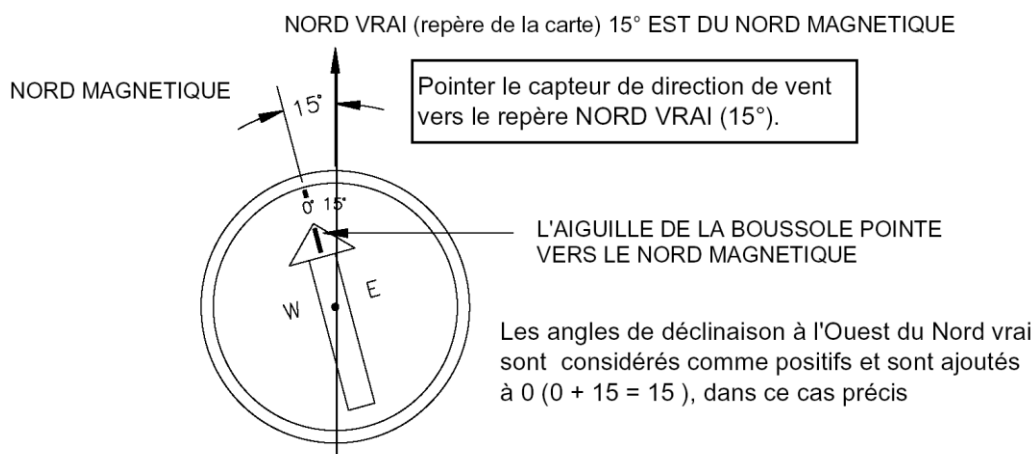

Figure B-1 : Angles de déclinaison à l'Ouest du Nord Vrai
3. Ajouter (ou soustraire) l'angle de déclinaison pour trouver la position du Nord vrai de votre site. (Au Royaume-Unis l'angle de déclinaison entre le nord magnétique et le nord vrai sera toujours vers l'est, et donc sera ajouté à la valeur du nord magnétique, comme montré dans la figure B-1 ci-dessous.)